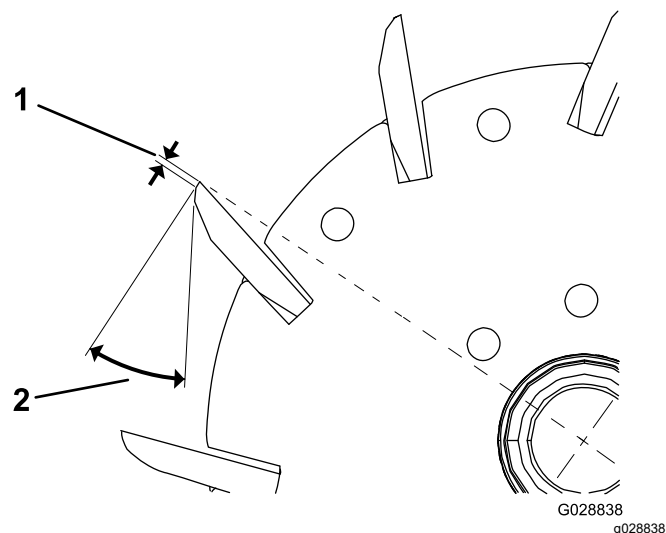
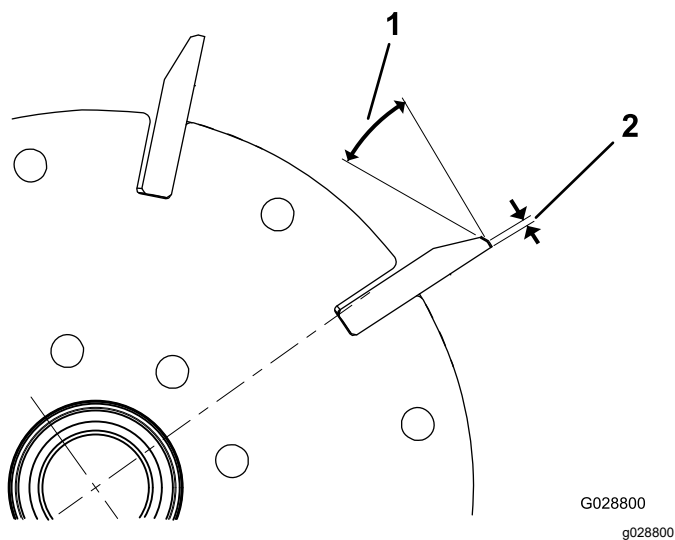

Figura 35
Figura 34
1. Aplicai un unghi de rectificare 30° pentru toate lamele cilindrului, până când lăimea la sol atinge 1,3 mm (Figura 34 i Figura 35).